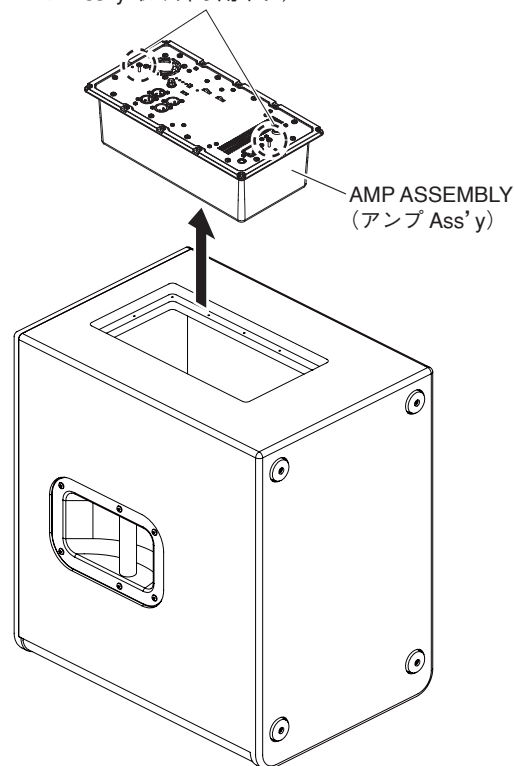

Fig. A-9 (図A-9)
- A-5-2 Loosen the two (2) screws for removing the amp assembly. (Fig. A-9)
- \* **Loosen only ! Never remove these screws. Tighten these screws when installing the amp assembly. (Fig. A-9)**
- A-5-3 Hold the two (2) screws for removing the amp assembly and then remove the amp assembly carefully. (Fig. A-9)
- A-5-2 アンプ Ass'y 取り外し用ネジ 2 本を緩めます。(図 A-9)
- ※ これらのネジは緩めるだけで、外さないように注意してください。アンプ Ass'y 取り付け時には、これらのネジを締めてください。(図 A-9)
- A-5-3 アンプ Ass'y 取り外し用ネジ 2 箇所を持って、慎重にアンプ Ass'y を外します。(図 A-9)